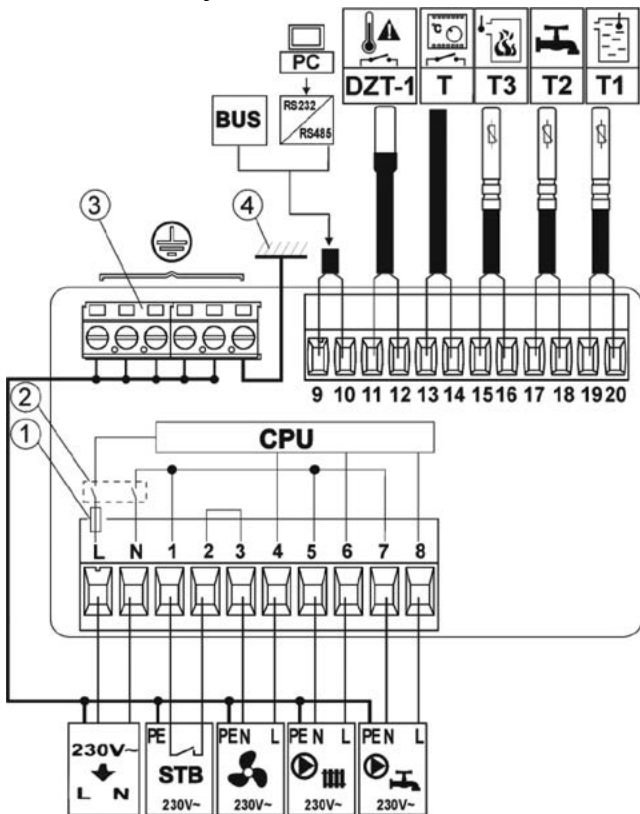

Fig. 12. Diagramă de conexiuni electrice cu dispozitive externe
Datorită condițiilor termice și problemelor de siguranță, o distanță de siguranță între părțile active ale terminalelor și elementele conductoare (de metal) ale incintei trebuie să fie păstrată - Fig 10. Elementele metalice ale incintei regulatorului trebuie să fie conectate cu fir de protecție - Fig 12 cablu de alimentare.
Diagrama de conexiuni electrice este prezentată în Fig. 12. Firele de conexiune nu trebuie să aiba contact cu suprafețele camerei unde temperatura depășește temperatura nominală de funcționare a acestora.
**Legenda (fig 12.):**
Regulatorul este compatibil cu un termostat de cameră mecanic sau electronic, care deschide un contact atunci când o temperatură setată a fost atinsă. Termostatul trebuie conectat în conformitate cu Fig. 12.